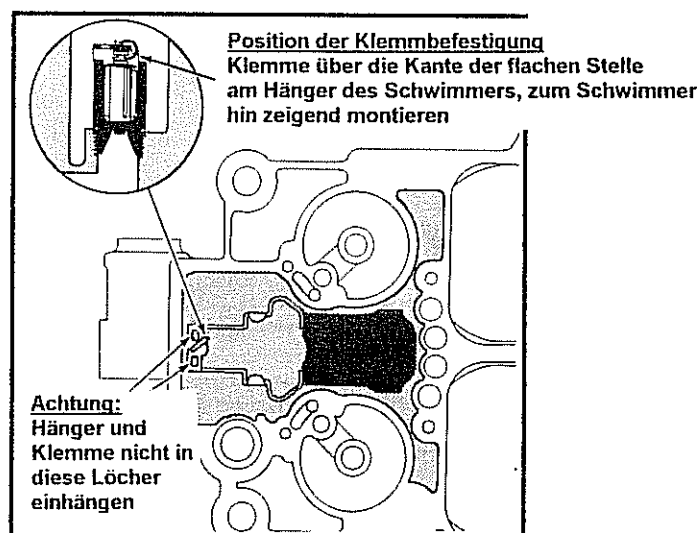

Abb. 2-104 Klemmbefestigung der Hängevorrichtung des Schwimmers
- Haken am Hängedraht des Schwimmers auf richtige Montage untersuchen. Haken nicht verbiegen. Siehe Abb. 2-104.
- Schwimmernadel am Umlenkarm anbringen. Hebel des Schwimmers unter die Klemme schieben. Siehe Abb. 2-104 für genaue Anweisung zum Einbau.